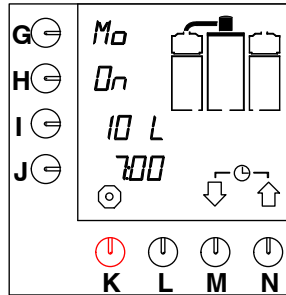

Fig. 13 Tidur vänteläge
- Klockan på displayen börjar blinka och systemet kommer att brygga kaffe vid den inställda tidpunkten. Displayen visar vänteläget (fig. 13 ).